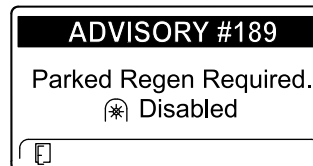

Figura 47
- Si usted no realiza una regeneración estacionaria en el plazo de 2 horas, el InfoCenter muestra el AVISO N.º 189 – Regeneración estacionaria necesaria – Toma de fuerza deshabilitada (Figura 47).